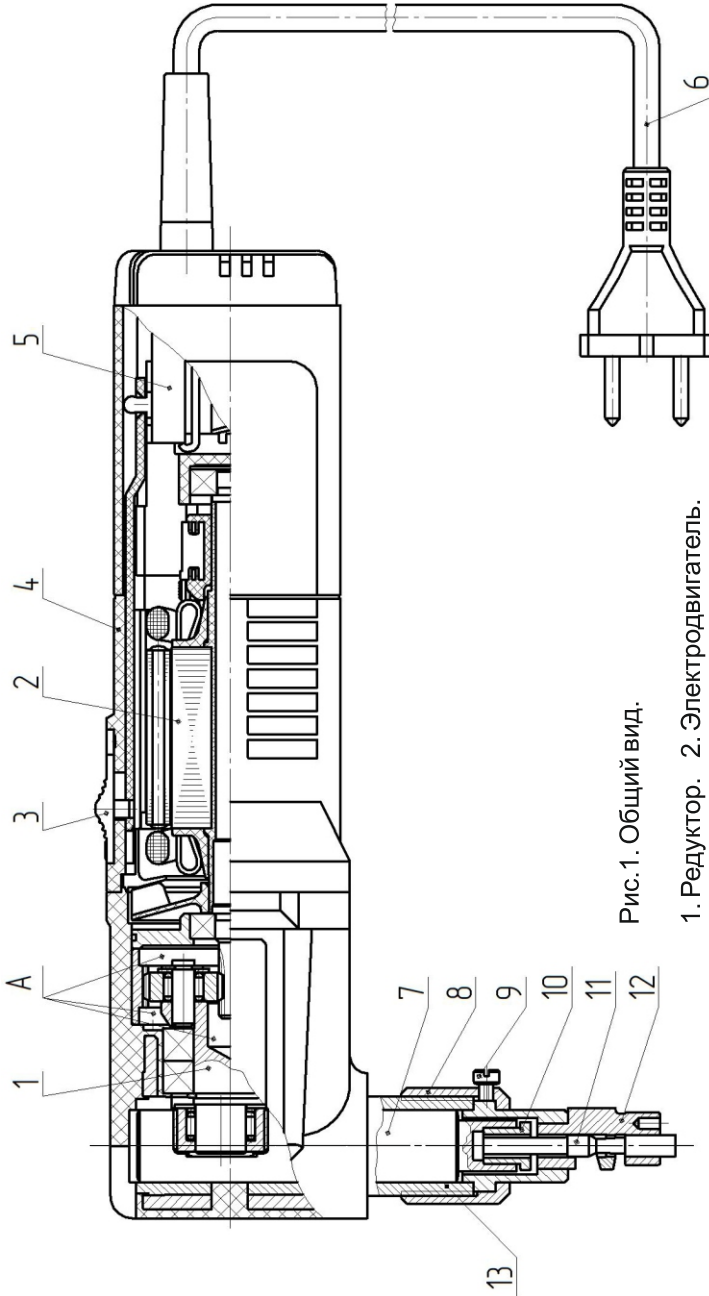

Рис.1. Общий вид.
Ножницы (рис.1) состоят из следующих основных частей: электродвигателя (2), редуктора (1), корпуса (4) со встроенным выключателем (5) и фильтром для подавления помех радиоприему, бегунка (11), направляющей (12), токоподводящего шнура (6).
Запрещается включать ножницы, когда в пазу направляющей (12, рис.1) находится разрезаемый лист.
В редуктор и подшипники закладывать смазку СМ₁-М₂ 4/12-Г2 или СМ₁-М₂ 4/12-2 ТУ38.101.320–77 или СИОЛ ТУ38-10152–74 или Литол-24 ГОСТ 21150-87, предварительно удалив старую смазку. Заполнить полости А (рис.1) на 2/3 объема, шариковые подшипники до уровня шариков, роликовые подшипники до уровня защитных шайб, впадины зубчатых колес вышеуказанной смазкой.